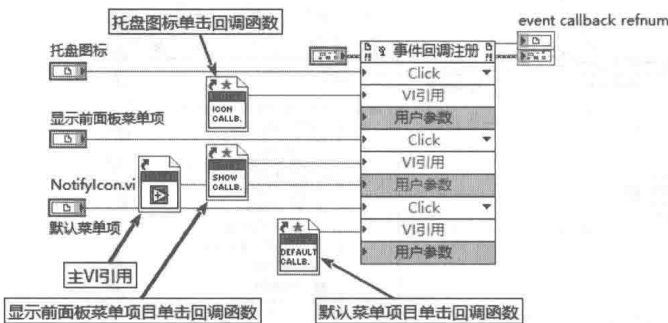
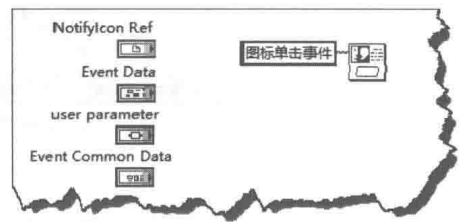

图 8-71 注册回调函数
图 8-72 托盘图标单击事件
step 3 当单击托盘图标和选择快捷菜单项目时，需要执行相应动作。这就需要为单击图标和快捷菜单操作注册回调函数，以响应 Click 事件。选取托盘图标快捷菜单，会触发图标单击事件和菜单项目单击事件，如图 8-71 所示。
在图 8-71 中分别为托盘图标和快捷菜单项目注册了回调函数。托盘图标响应的是图标单击事件（如图 8-72 所示），所以单击图标时弹出对话框。